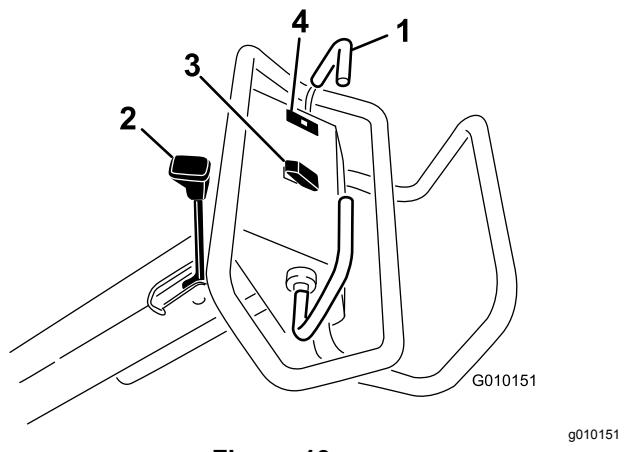

Figure 13
Pour avancer, poussez la barre de commande de déplacement en avant. Pour reculer, tirez la barre de commande de déplacement en arrière (Figure 13).
- Pour serrer le frein de stationnement, rapprochez le levier de la poignée (Figure 13).
Le témoin de pression d'huile (Figure 13) s'allume quand la pression de l'huile moteur descend au-dessous du niveau admissible. Dans ce cas, coupez le moteur et recherchez la cause de la baisse de pression. Effectuez les réparations nécessaires avant de remettre le moteur en marche.
**Levage** – appuyez sur le haut du commutateur (Figure 13) pour lever la tête d'aération et la désengager. Le moteur doit être en marche pour produire la pression de levage. Si la tête d'aération est en dessous de la hauteur de transport, voir Réinitialisation du circuit de commande du système \(page 27\).
**Abaissement/engagement** - Appuyez sur le bas du commutateur (Figure 13) pour abaisser et engager la tête d'aération. La barre de commande de déplacement doit être en position avant pour activer le commutateur.